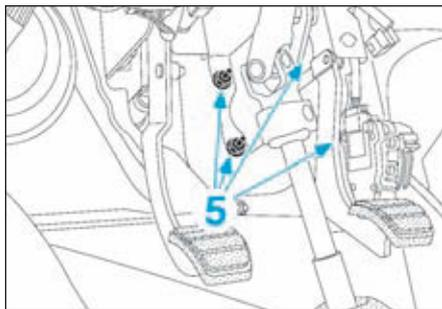

FIG.16
- Ecarter l'insonorisant, puis déposer les écrous de fixations (5) du servofrein (Fig.16).